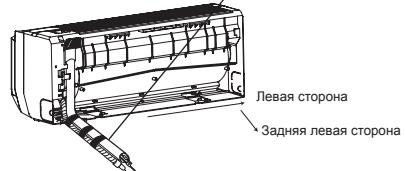

Рис.11
(2) Извлеките трубы из корпуса, оберните электрический провод, водопровод лентой и протяните их через трубопроводное отверстие (Рис.11)